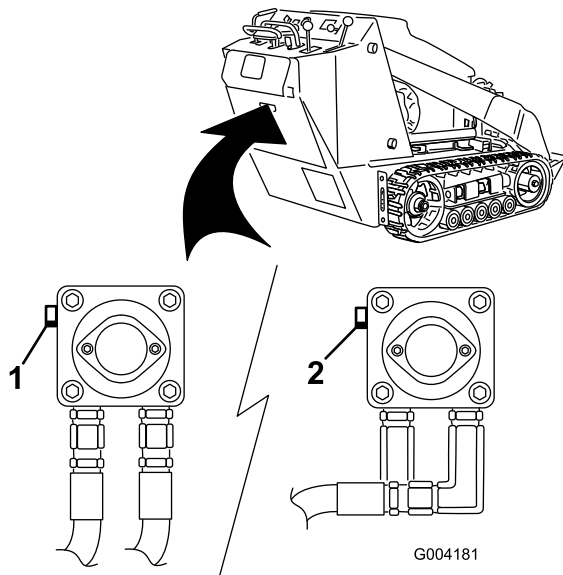

Bild 22
3. Drehen Sie die Schleppventile auf der Hydraulikölpumpe mit einem Schraubenschlüssel zweimal entgegen dem Uhrzeigersinn (Bild 22).